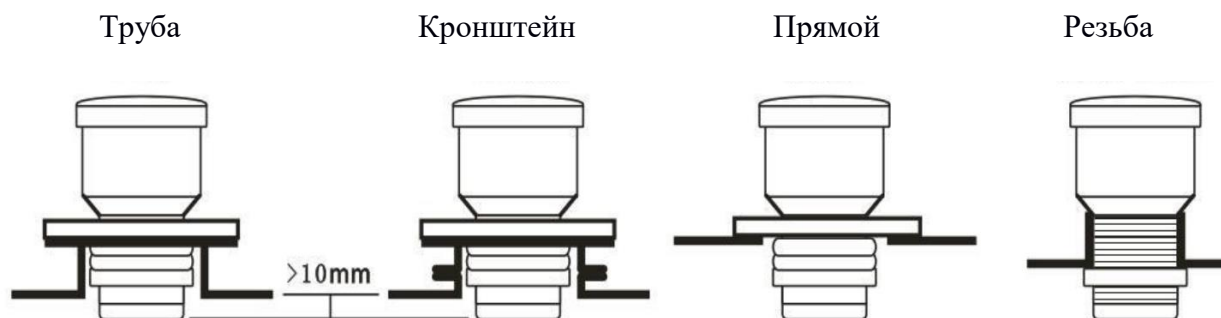

Рисунок 3
6.1.3 Рычажный измеритель может быть установлен фланцем или отверстием, независимо от способа установки, убедитесь, что датчик расположен снизу через установочное отверстие или фланец. Рисунок 3.